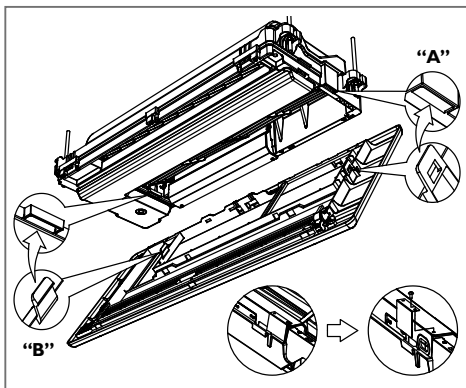

FIG. 21
2. Existem dois pontos de encaixe na estrutura da unidade interna para montagem da grelha; para colocá-la na estrutura faça o encaixe primeiro do lado esquerdo ("A" - Fig. 21) e depois no lado direito ("B" - Fig. 21).